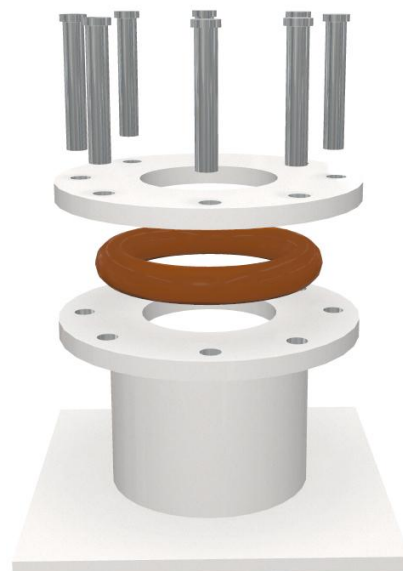

рисунок 2
8. Герметизировать ввод обсадной трубы в кессон с помощью муфты. Для лучшей герметизации, рекомендуется промазать места соединения очищенной поверхности обсадной скважинной трубы герметиком. Затем на обсадную трубу, монтируется уплотнительное резиновое кольцо и верхний фланец муфты, равномерно затягиваются болтовые соединения (рисунок 2).